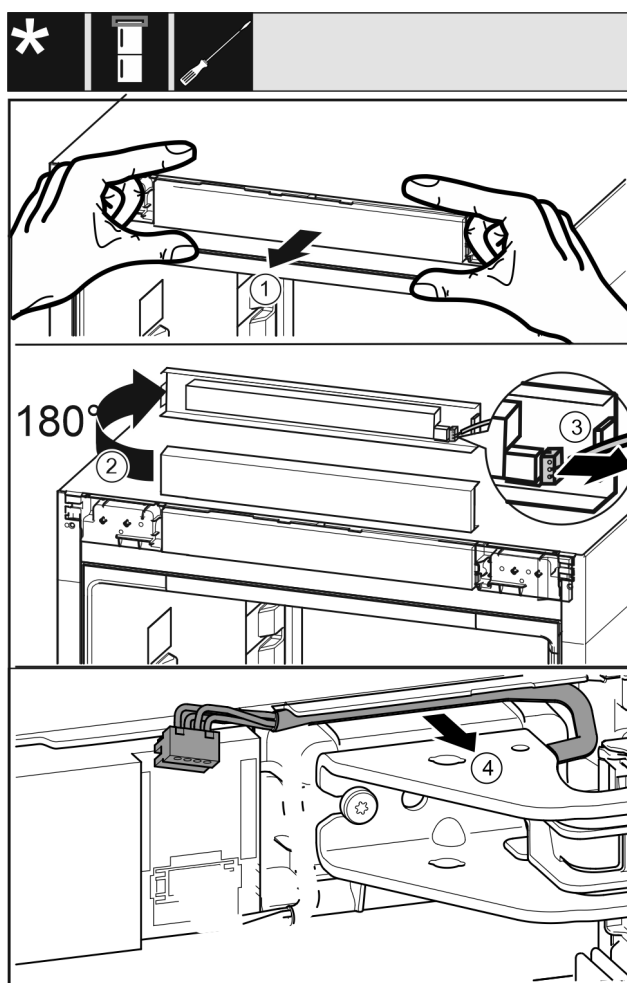

Fig. 19
- Panel Fig. 19 (1) opatrně povolte směrem dopředu.
- Panel Fig. 19 (2) otočte o 180° nahoru.
- Západku Fig. 19 (3) zatlačte dozadu a opatrně vytáhněte zástrčku.
- Kabel Fig. 19 (4) nad stojanem ložiska opatrně uvolněte z vedení.